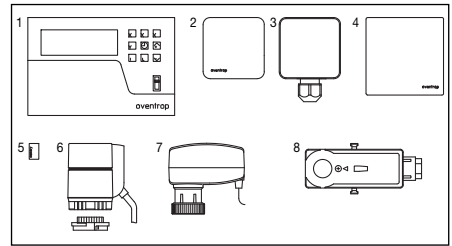

Abb. 5.2 Vorlauftemperaturregelset (optional)
Das Anfahren der jeweiligen Ventiltellerstellung am Dreiwegeventil erfolgt mit Hilfe des elektromotorischen Stellantriebes 24 V (0 - 10 V) aus dem optional erhältlichen Vorlauftemperaturregelset (Art. Nr. 115 20 20 Abb. 5.2) zum witterungsgeführten Heizen und Kühlen (siehe auch Abschnitt 8 Zubehör). Der Stellantrieb erhält dabei seine Signale von einem elektrischen Regler Heizen/Kühlen. Um eine Einbaulage senkrecht nach unten zu vermeiden, wird der Stellantrieb zusammen mit einem Winkeladapter auf das Dreiwegeventil montiert.
Die Installation der in dem Vorlaufftemperaturregelset enthaltenen Komponenten (siehe Abb. 5.2 und Abschnitt 8 Zubehör) nach den entsprechenden Einbauanleitungen durchführen.
- 115 20 20 Vorlaufftemperaturregelset (s. Abb. 5.2)